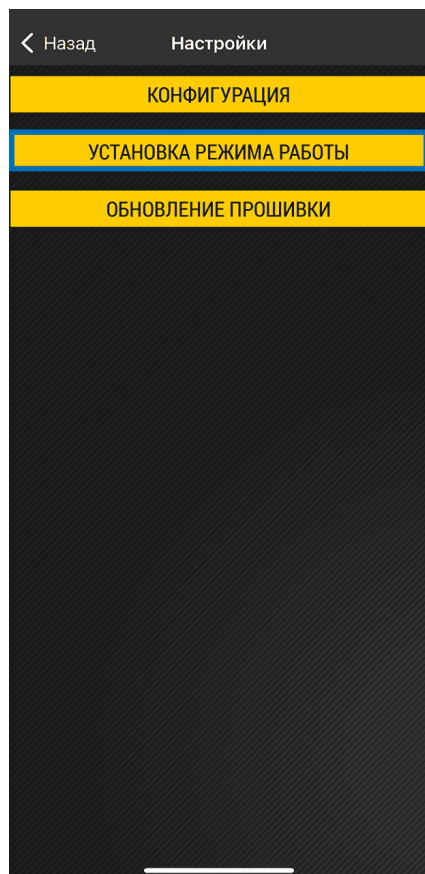
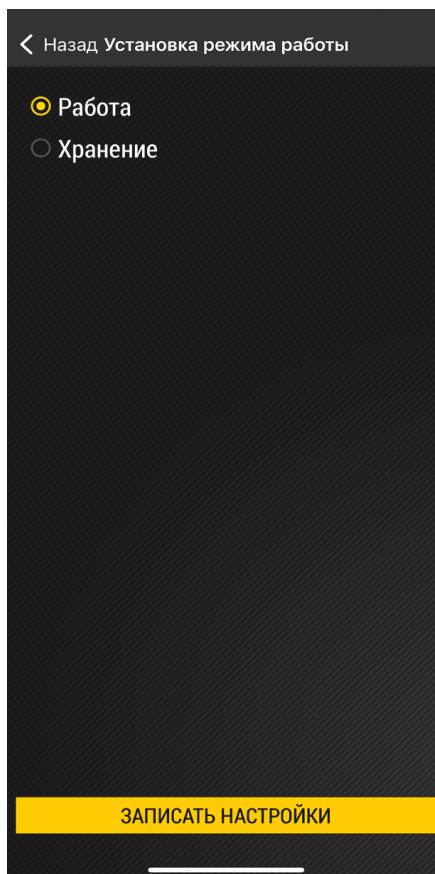

Рис.13. Установка режима работы
Рис.14. Выбор режима «Работа»
4. После завершения процедуры настройки нажмите кнопку **«Установка режима работы»** в меню **«Настройки»** (**Рис.13**). Затем выберите режим **«Работа»** и нажмите кнопку **«Записать настройки»** (**Рис.14**).